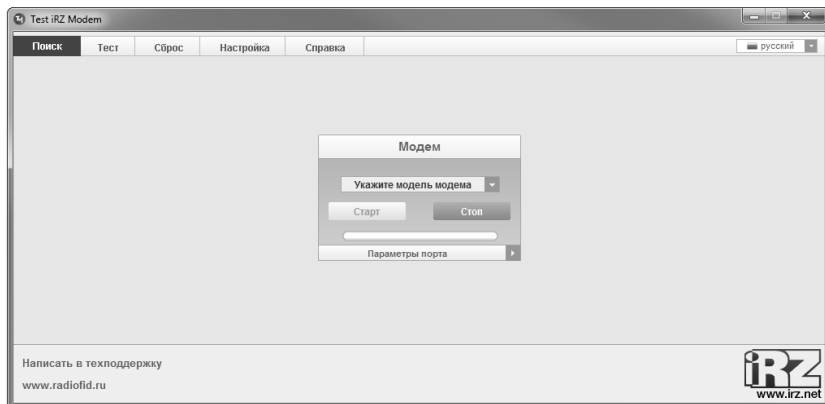

Рисунок 46 – Окно программы «Test iRZ Modem»
3.6.4.6.2.1. Запустить программу «Test iRZ Modem» (рисунок 46) и подключить модем кабелем к COM-порту компьютера.